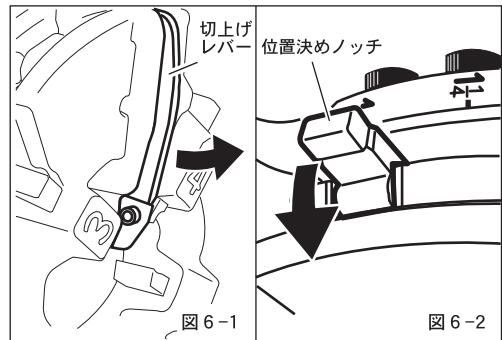
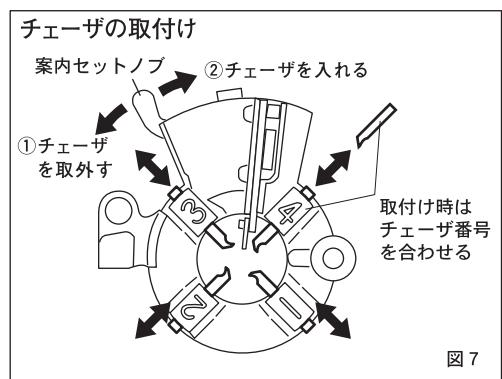

図6-2
図7
- 位置決めノッチを位置決めピンから外し(図6-2)案内セットノブを図7の矢印①の方向へいっぱいに引くと、3番と4番のチェーザが取外せます。
- 案内セットノブを図7の矢印②の方向に回してください。チェーザは中心に向って入っていきます。もしチェーザが入らないときはチェーザを少し上下に動かしもう一度繰り返してください。